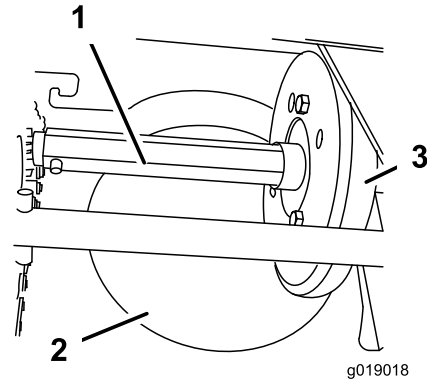

Figura 34
Lubrique ligeramente el eje hexagonal cada año con aceite de motor para automóviles (Figura 34).
**Importante:** No manche de aceite la rueda de goma o la polea de fricción de acero, porque la transmisión patinaría (Figura 34).